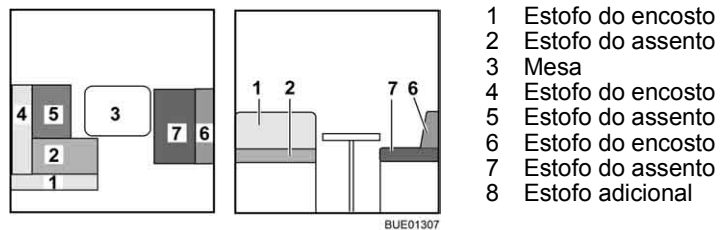

Fig. 141 Antes da transformação
- Transforme a mesa (Fig. 141,3) em base para cama (ver ponto 6.11).
- Retire os estofos do encosto (Fig. 141,1 e 4) e coloque-os de lado.